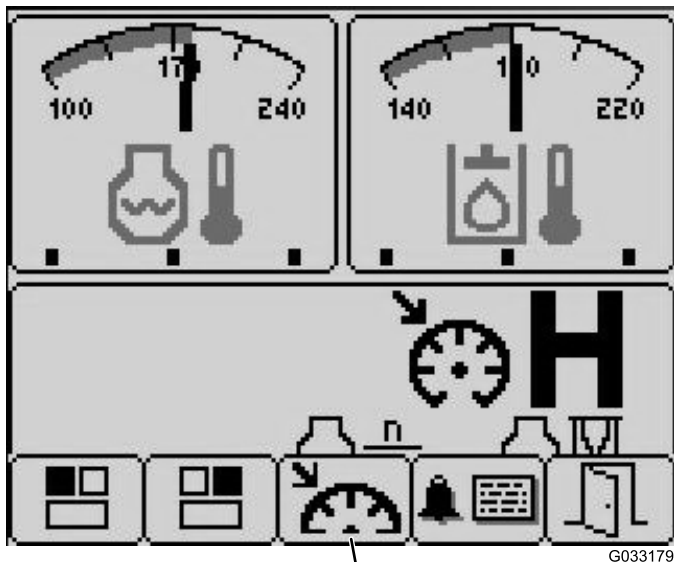

Bild 20
3. Drücken Sie Taste 3, um auf den Bildschirm „Cruise Control“ zuzugreifen (Bild 20).